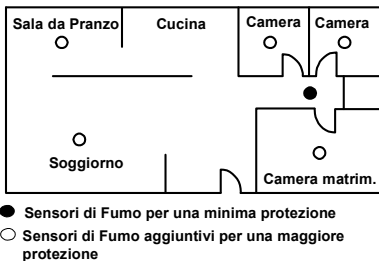

Figura 1: Posizionamento dei rivelatori di fumo e di calore all'interno di una abitazione con una sola zona notte.
- Posizionare il rivelatore di fumo e calore nel corridoio di accesso ad ognuna delle camere da letto (*vedi Figura 1*). In abitazioni con più zone notte vanno installati più rivelatori.